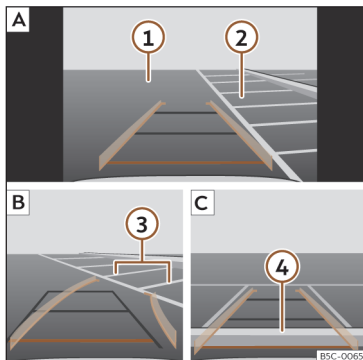

Abb. 121 Anzeige auf dem Bildschirm des Infotainment-Systems: einparken mit dem Rückfahrassistenten.
Legende zu Abb. 121:
- Bringen Sie das Fahrzeug vor die Parklücke >> **Abb. 121 2** **A**.